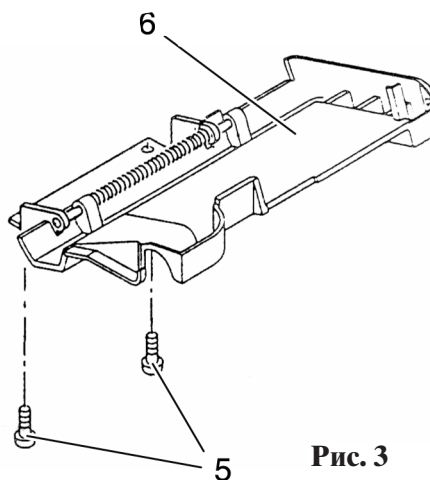

Рис. 3
- Выверните крепежные винты 5 (рис. 3).